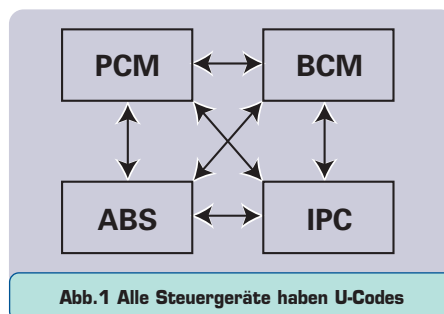

Abb.1 Alle Steuergeräte haben U-Codes
1. Die meisten oder alle Steuergeräte melden vorhandene Codes, und vorwiegend U-Codes. Siehe Tabelle 1 und Abbildung 1.
D. Die U-Codes weisen auf mehrere andere Steuergeräte hin, nicht nur eines. Siehe Tabelle 1 und Abb. 1 als Beispiel.